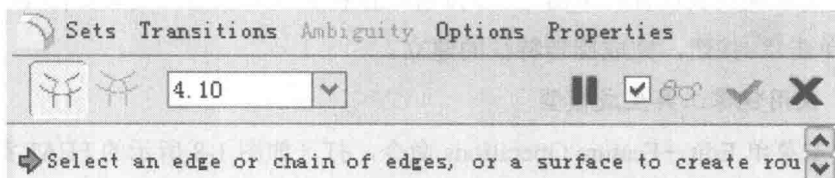

图 1-11
- (1) 单击工作区左侧工具栏中的圆角工具按钮 , 打开圆角特征面板, 如图 1-11 所示。